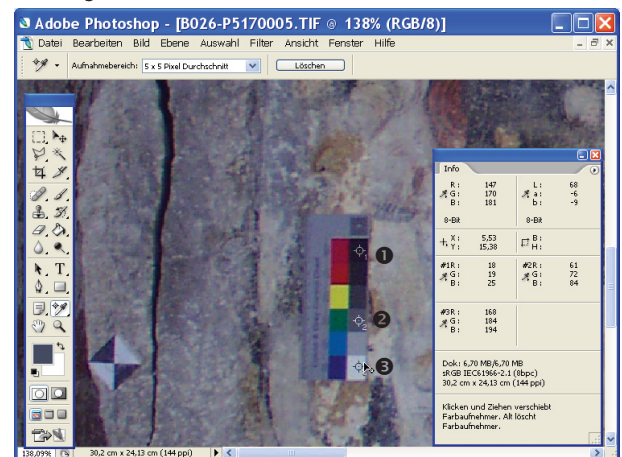

Abb. 11-67: Definieren von drei Referenzpunkten für den Weißabgleich
Verfügt das Bild über Bereiche, die Farben SCHWARZ, WEIß oder neutrale GRAUTÖNE repräsentieren, so erzielt man mit den PIPETTEN sehr gute Resultate. Mit ihnen wird per Mausklick der Schwarzpunkt, Weißpunkt bzw. Mitteltöne im Bild festgelegt und die Farbwerte des gesamten Bildes dementsprechend verschoben. Diese Methode ist besonders erfolgversprechend, wenn eine Farbkarte als Referenz im Bild vorhanden ist (Abb. 11-67).
- Den Weißabgleich anhand von Referenzpunkten (Abb. 11-67) beobachten:
- Farbwerte erfassen: P WERKZEUGE | W FARBAUFNAHME (hinter W PIPETTE), P OPTIONEN: AUFNAHMEBEREICH: 5 x 5 Pixel ► mit der Pipette in das Schwarze, ein graues und das weiße Feld der Farbkarte klicken ► Die Werte werden in der Palette INFORMATIONEN angezeigt (Abb. 11-67):